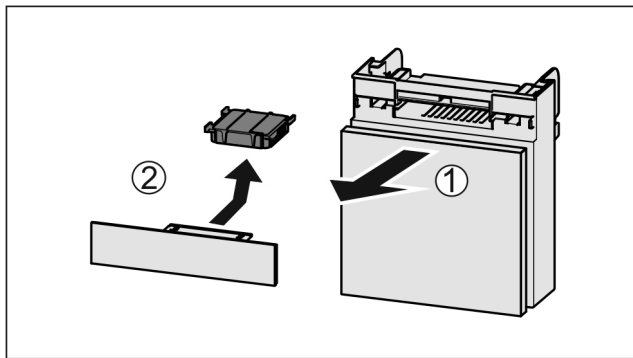

Fig. 153
- ▶ Потягніть Fig. 153 (1) відділення вперед.
- ▶ Витягнути Fig. 153 (2) фільтр з активованого вугілля.